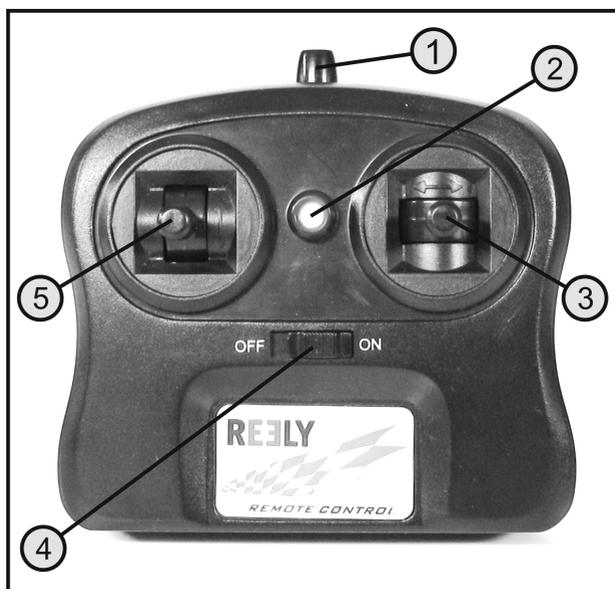

Figure 2
Pour ce faire, faites glisser l'interrupteur Marche/Arrêt (voir également figure 2, pos. 4) de la position d'« ARRÊT » à gauche vers la position de « MARCHÉ » à droite.
L'affichage LED (voir également la figure 2, pos. 2) commence à clignoter.
Si le levier de commande pour la fonction de navigation (voir figure 2, pos. 5) et le levier de commande pour la fonction de direction (voir également figure 2, pos. 3) sont en position centrale, les deux hélices ne tournent pas.